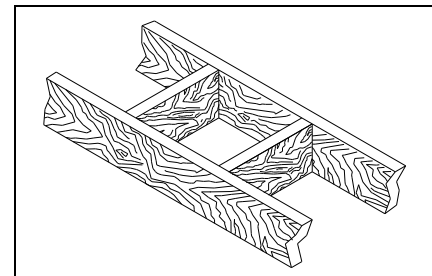

Figure 25
1. Coupez les plafonds et planchers que la cheminée traversera en prenant soin d'aligner les trous avec un fil à plomb (voir figure 25). Les dimensions des trous sont données au tableau 1 pour les planchers et plafonds et au tableau 2 (page 24) pour les toits.